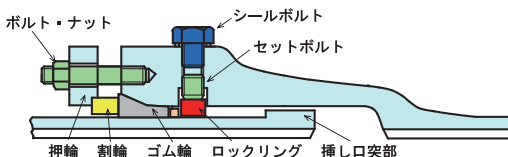

図 5 S 形継手 (初期型) の構造
- ②その後、図 5 に示すように、シールボルトの機能を分け、ロックリングをセットボルトでしっかり締め付ける最初の耐震継手ダクタイトル鉄管である S 形管 (初期型) を開発した。